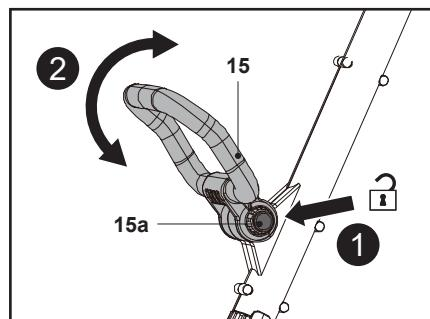

Fig. 4
1. Pulse el botón de bloqueo (15a) y manténgalo en esa posición; a continuación, gire la empuñadura auxiliar (15) hacia arriba o hacia abajo para ajustar el ángulo (Fig. 4).
2. Suelte el botón de bloqueo (15a) y continúe girando suavemente la empuñadura auxiliar (15) hasta que encaje en su sitio. Compruebe que el sistema de dientes queda bloqueado.